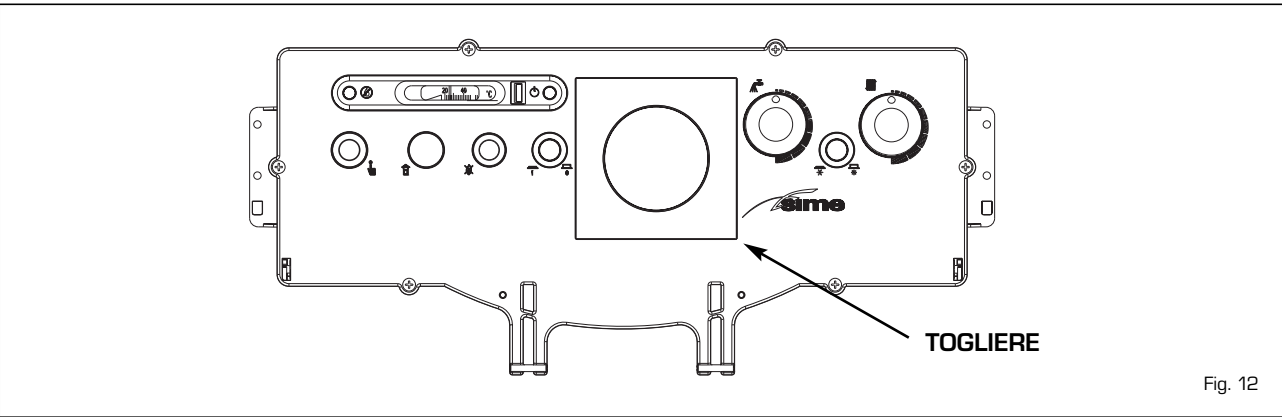

Fig. 12
4.1 CENTRALINA OPTIONAL RVA 43.222 (fig. 12)
Il pannello di comando consente l'utilizzo della centralina RVA 43.222 (cod. 8096303), fornita in un kit a richiesta e corredata di foglio istruzioni per il montaggio (fig. 12). Effettuare il collegamento elettrico